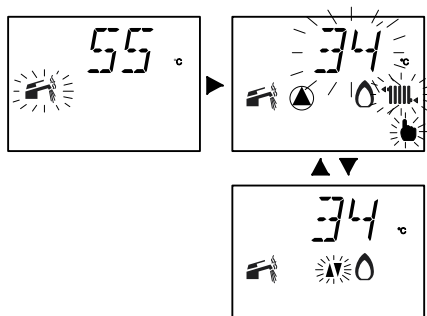

Figura 9.16
- Sul display LCD la variazione è segnalata con l'accensione alternata dei simboli evidenziati nella Figura 9.16. (Esempio: potenza termica del riscaldamento al massimo).